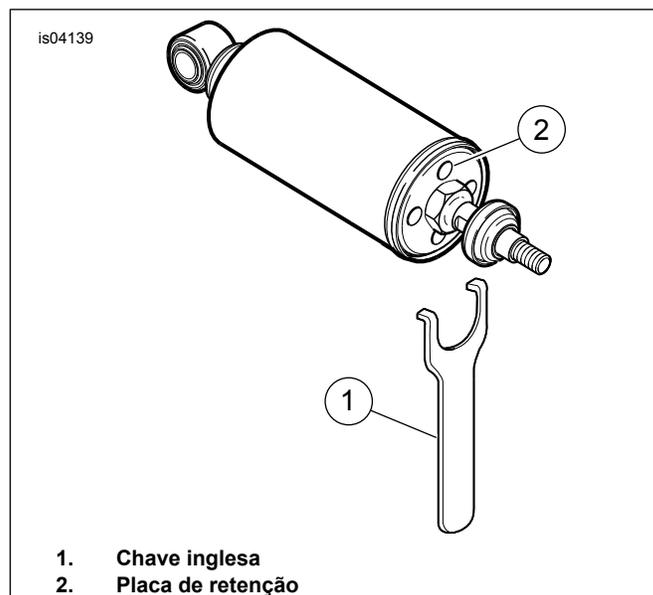

Figura 3. Chave inglesa (peça N.º Harley-Davidson 94455-89)
3. Veja a Figura 3. Use a chave inglesa para amortecedor (1) (peça N.º HD-94455-89) para girar cada placa de retenção (2) para afrouxar ou comprimir as molas. **Para cargas mais pesadas:** Gire as placas de retenção PARA FORA (sentido anti-horário, na direção da contraporca), para aumentar a pré-carga da mola. **Para cargas mais leves:** Gire as placas de retenção PARA DENTRO (sentido horário, afastando-se da contraporca), para diminuir pré-carga da mola.